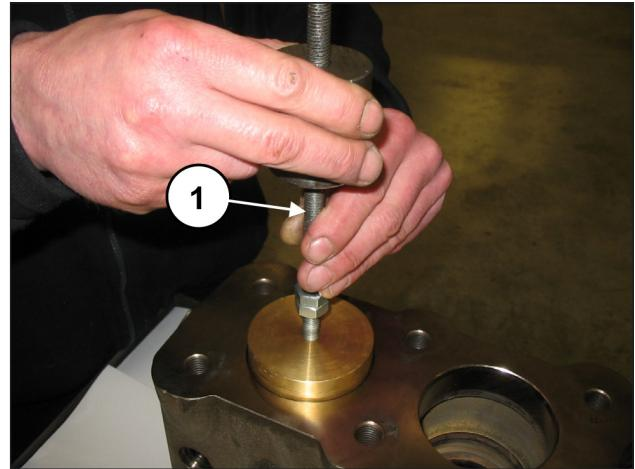

Рис. 108
Извлеките пробку клапана с помощью съемника с ударной массой, установив его в отверстие M10 пробки клапана (поз. ①, Рис. 108).